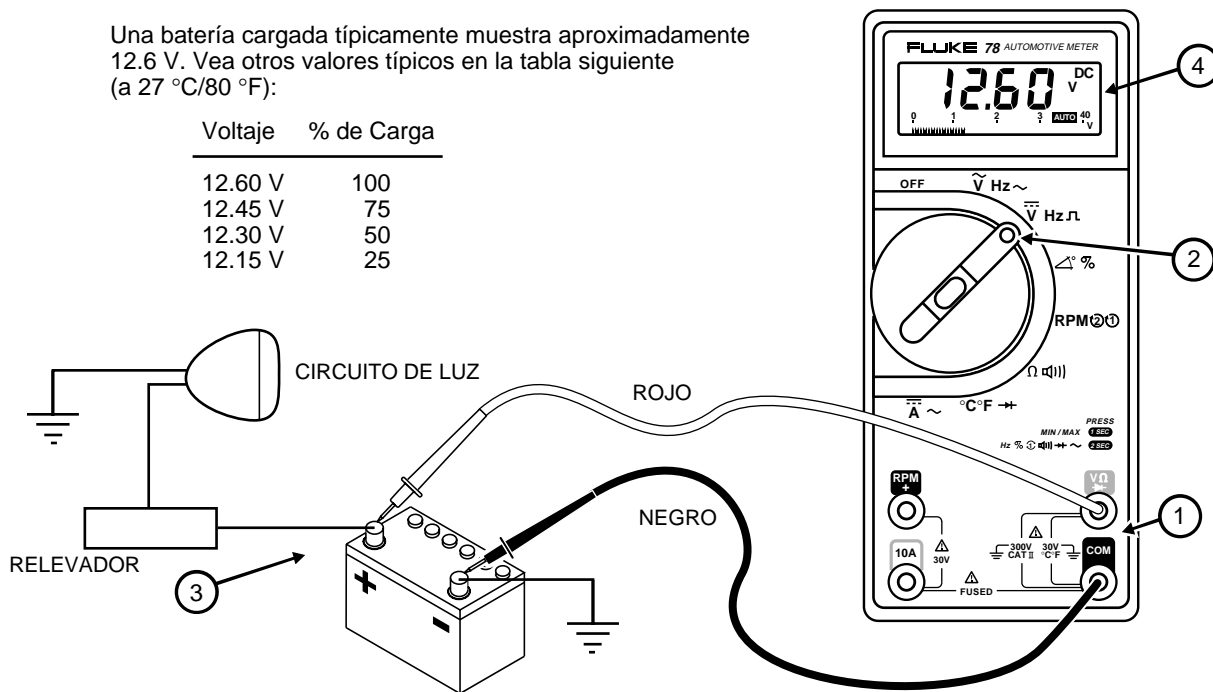

Figura 5. Medición del Voltaje de Una Batería sin Carga
1. Inserte las puntas de prueba en las terminales (figura 5).